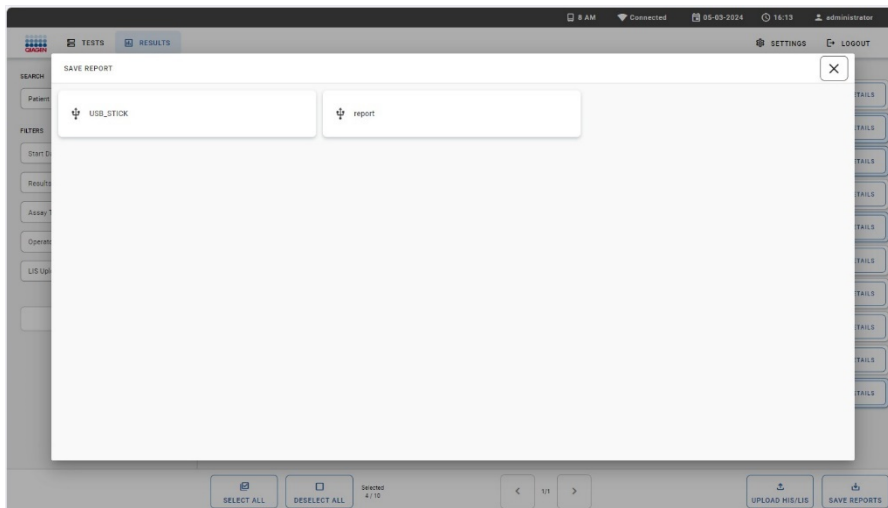
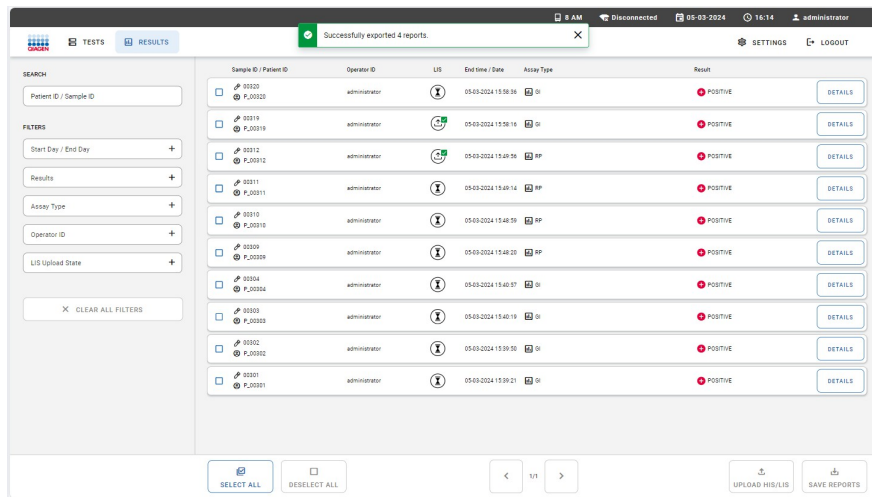

Abbildung 51. Exportieren von Ergebnissen auf ein USB-Speichermedium.
Abbildung 52. Erfolgreicher Export.
3. Wenn mehrere USB-Laufwerke angeschlossen sind, wählen Sie das gewünschte USB-Laufwerk aus (Abbildung 51). Wenn der Export der Berichte abgeschlossen ist, zeigt das System eine Meldung in der Meldungsleiste an (Abbildung 52).